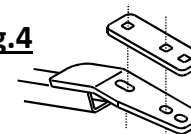

Fig.3
- NOTA :** La position des boulons varie selon l'année-modèle – Voir les figures 3 et 4 pour la position correcte des boulons de plaque.